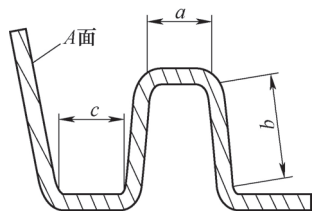

图6 各区域翻边尺寸示意
(4) 骨架翻边尺寸会影响产品拉伸成型，需将宽度控制在合理范围（见图6）内：建议将 A 面窄边宽度 $a>10\text{mm}$ ，侧边翻边深度 b 在10~15mm，凹槽底部宽度 $c\geq 15\text{mm}$ 。